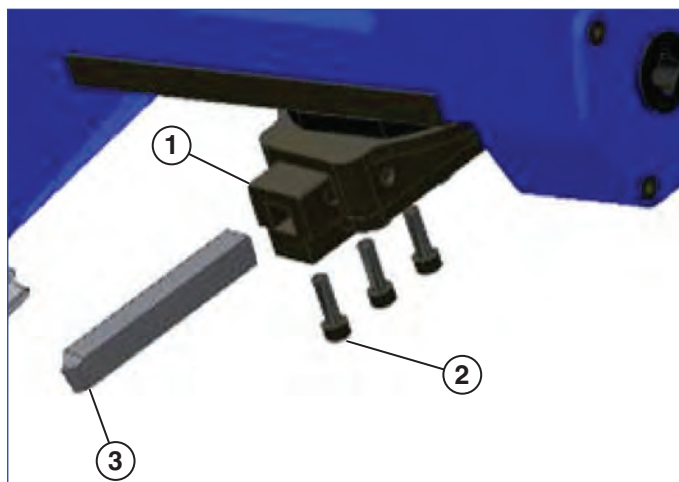

Рисунок 7
5. Вставьте резец в резцовую головку (см. рисунок 7). Режущая кромка должна быть направлена в сторону, противоположную крепежным болтам резца. Установите резец так, чтобы он выступал из головки, приблизительно, на 0,5 - 0,75 дюйма; зажмите резец 3-мя болтами.